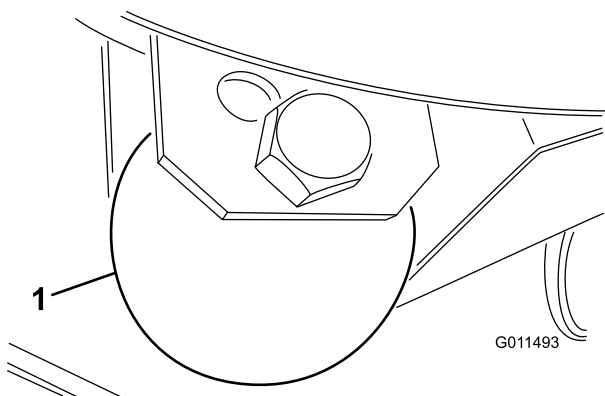

図 24
スキッドの調整を行うフランジボルトとナットを外してスキッドの位置を調整し、位置が決まったらボルト・ナットを取り付ける 図24。
1. ゲージホイールをデッキのブラケットに固定しているボルトとナットを取り外す 図 24。